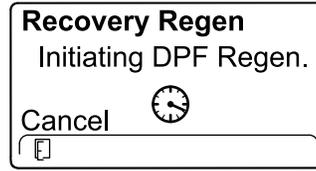

Figura 54
4. En la pantalla INICIAR REGENERACIÓN DEL DPF, pulse el botón derecho para continuar (Figura 54).